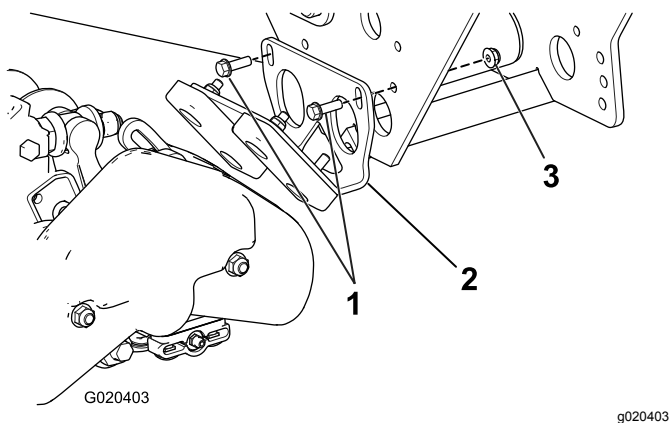

Figure 29
43. **Pour les unités de coupe de 56 cm seulement**, fixez l'amortisseur sur la machine avec 2 boulons et contre-écrous (Figure 29).